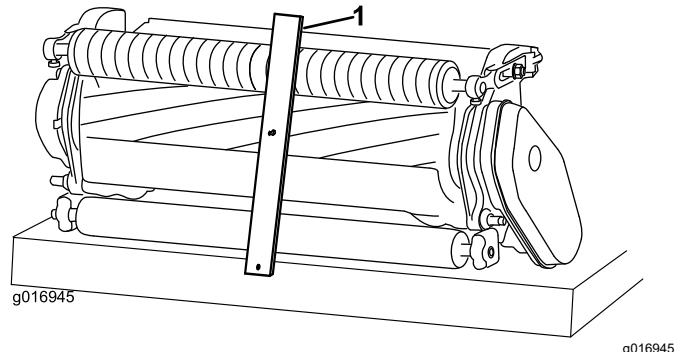

Рисунок 15
2. Зашепите головку винта мерной планки регулировки высоты скашивания за правую сторону режущей кромки неподвижного ножа и приложите задний конец планки к заднему валику (Рисунок 15).